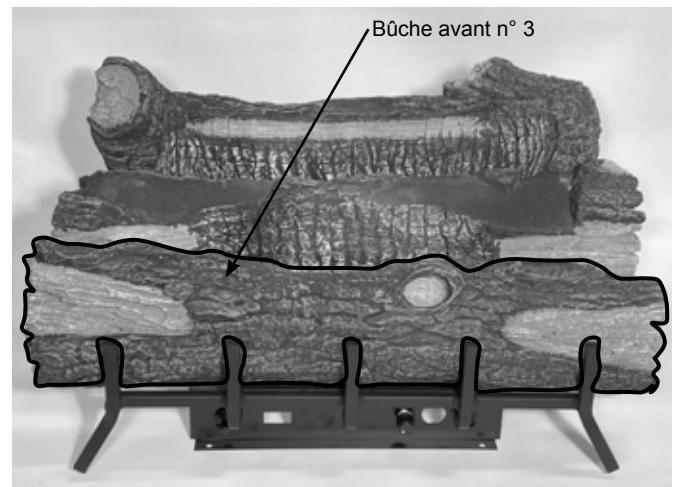

Figure 6.12 - Placer la bûche avant
3. Placez la bûche avant (n° 3) entre le brûleur et la grille. Figure 6.12